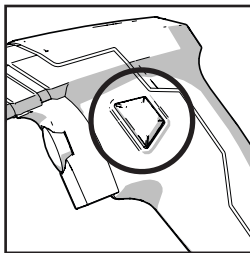

Fig. 6
- Tryck och håll ner låsbrytaren. (**Fig. 6**)